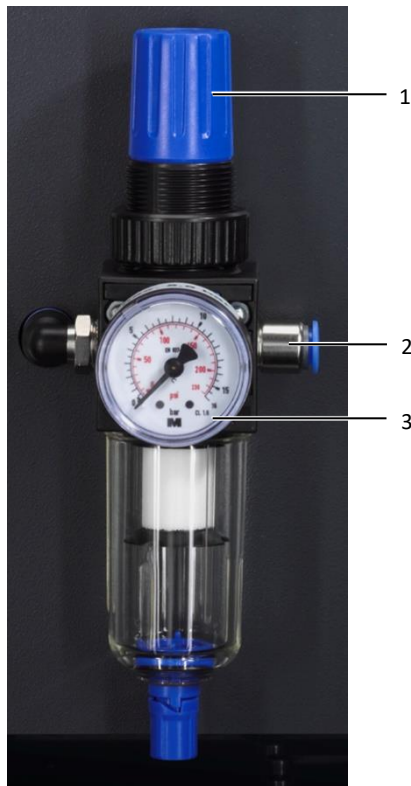

Fig. 6: installer les raccords
- Raccorder tout d'abord le tuyau d'air comprimé au groupe de conditionnement d'air de la machine (fig. 6, pos. 2).
- Contrôler l'affichage du manomètre (fig. 6, pos. 3).
- Réguler si nécessaire la pression de service. Tirer pour cela la vis de réglage (fig. 6, pos. 1) vers le haut et la tourner prudemment :